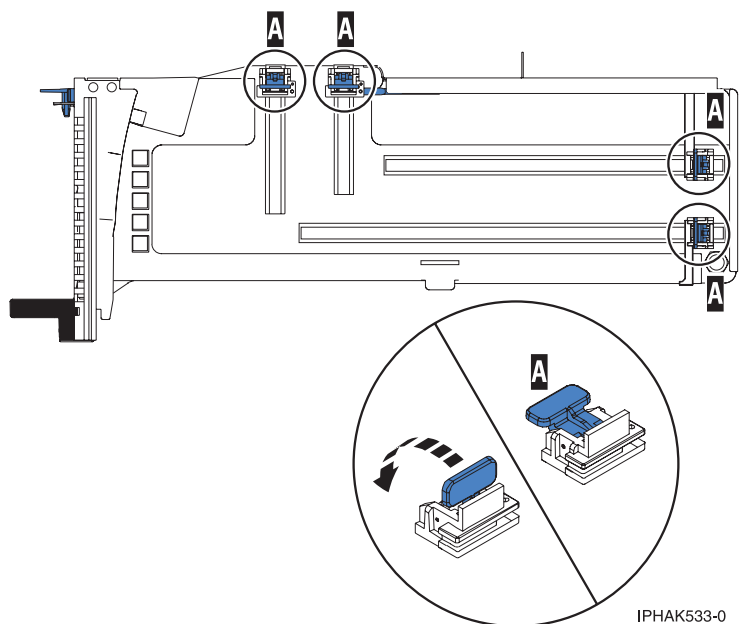

Figure 38. Crochets de retenue
- b. Vérifiez que tous les crochets de retenue de carte (A) sont repoussés vers les bords de la cassette pour permettre l'installation de la carte. Voir figure 38, à la page 59.